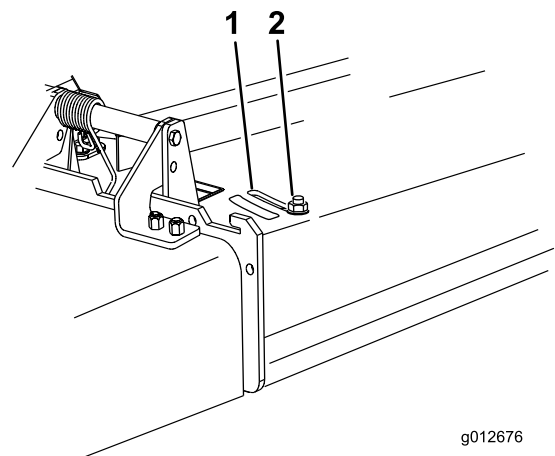

Figura 22
3. Para ajustar el deflector, afloje la tuerca (Figura 22).